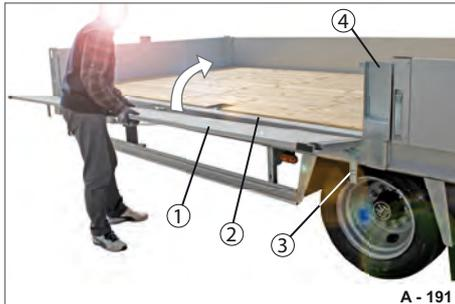

Abb. 126 Bordwand schließen
- ▶ Ggf. die Mittelrunge (Abb. 126/4) in die Rungentasche einstecken.
- ▶ Vor dem Hochklappen prüfen, dass die Bordwand-Verschlüsse (Abb. 126/3) geöffnet sind.
- ▶ Ggf. Verunreinigungen entlang der Ladekante (Abb. 126/2) am Fahrgestell entfernen.
- ▶ Bordwand (Abb. 126/1) beidhändig hochklappen.